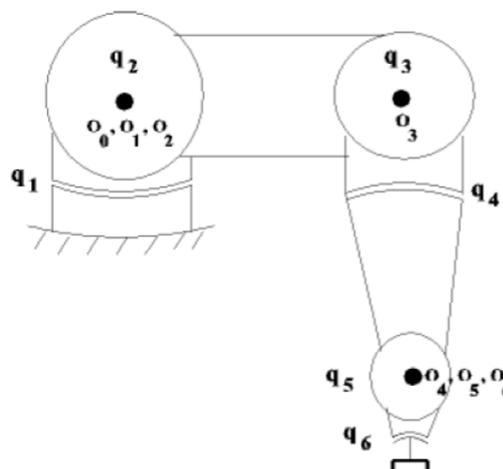

Figure 8: Bras du robot plié avec la pince en bas.
- Le bras du robot est plié avec la pince en bas (Figure 8)